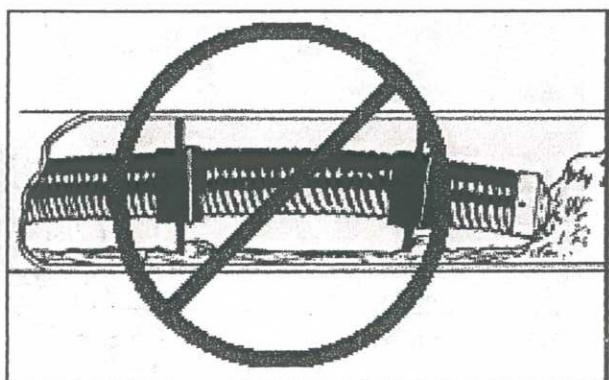

図 16 カメラヘッドで障害物を取り除かないこと
カメラヘッドで障害物を取り除かないでください！カメラヘッドを破損させる恐れがあります。シースネイクは検査機器ですので、清掃を行なう場合はより効果的な他の機器をお使いください。絶対に障害物を取り除くために使用しないでください。(図 16 参照)
4. カメラの寿命を長く保つためには、絶対に配管内の障害物をカメラヘッドで取り除こうとしないでください。(図 16 参照)